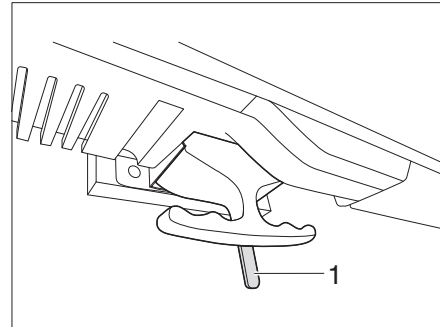

Bild 138 Flachbildschirm Entriegelung
- Hebel (Bild 138,1) nach links schieben. Die Arretierung ist gelöst.
- Hebel (Bild 138,1) in die Mitte schieben. Der Flachbildschirm ist arretiert.